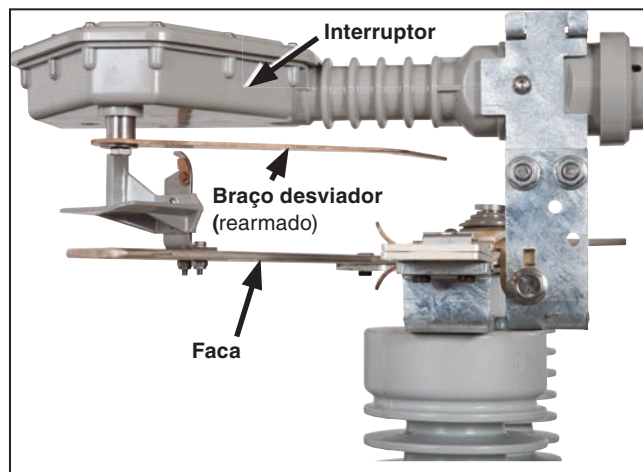

Figura 24. Interruptor e braço desviador do interruptor paralelos ao plano de excursão da faca.
PASSO 12. Abra e feche a chave, examinando o alinhamento entre o interruptor e a faca. O interruptor e o braço desviador devem estar paralelos ao deslocamento da faca em cada fase. Ver Figura 24.
- (b) Quando a faca atingir sua excursão plena, o braço desviador do interruptor é deve ser liberado e retornar rapidamente à posição **Fechada**, rearmando para a próxima operação. Ver Figura 24.